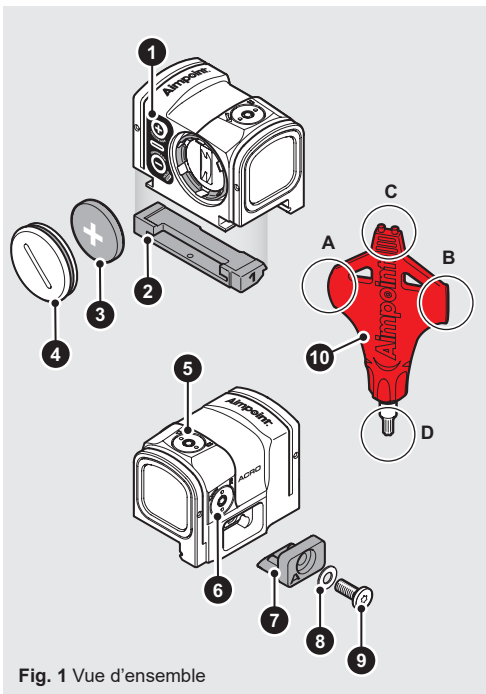

Fig. 1 Vue d'ensemble
Voir Fig. 1.
- c Introduire la pile (3) en orientant le pôle positif (+) vers le couvercle (4) comme illustré sur la Figure 1.